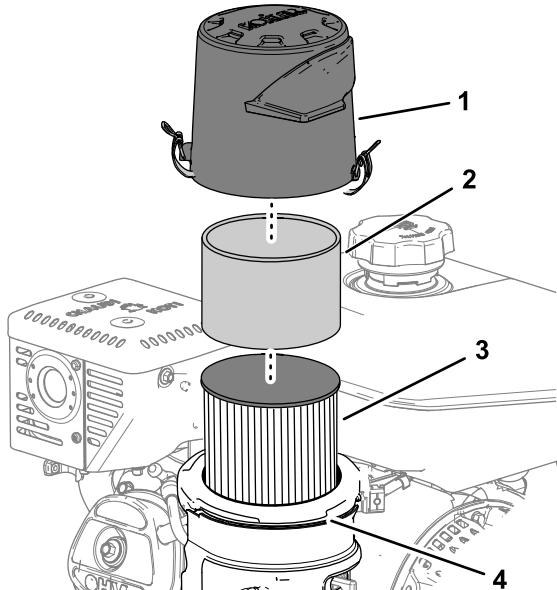

Figure 60
3. Déposez le couvercle et nettoyez-le soigneusement (Figure 60).
- Sortez le préfiltre en mousse de l'élément en papier (Figure 60).
- Déposez et examinez l'élément filtrant en papier (Figure 60); remplacez-le s'il est excessivement encrassé.
- Installez le préfiltre en mousse sur l'élément en papier (Figure 60).
- Montez le filtre à air sur sa base (Figure 60).